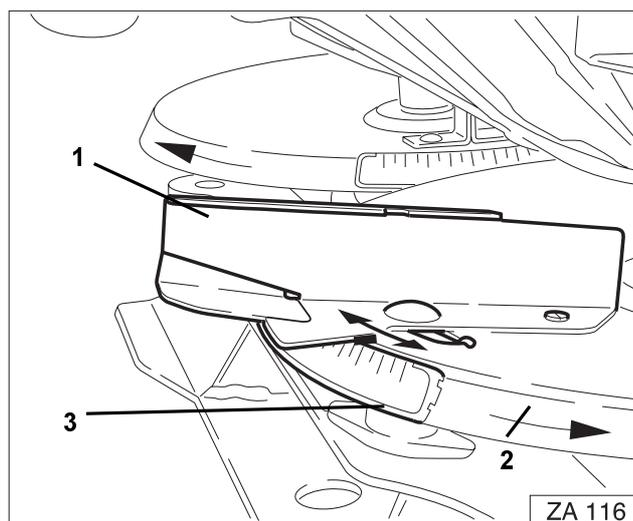

Fig. 52
Preste atención al montaje correcto de las paletas distribuidoras. El lado abierto de las paletas (Fig. 52/1) en forma de U está orientado en el sentido de giro (Fig. 52/2).
- Retirar la tuerca de mariposa (Fig. 52/3) y reemplazar la paleta (Fig. 52/1).
- Apretar de nuevo a fondo la tuerca de mariposa (Fig. 52/3).